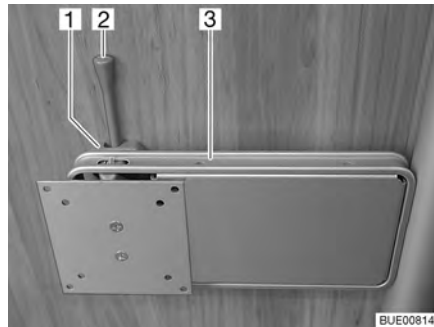

Fig. 60 Support sur colonne
- Pousser le levier de déverrouillage (Fig. 60,2) sur le côté et pivoter le support (Fig. 60,3) et l'écran plat pour les amener en position souhaitée.
- Pivoter l'écran plat en sens inverse, jusqu'à ce que le support (Fig. 60,3) s'enclenche dans le verrouillage (Fig. 60,1).